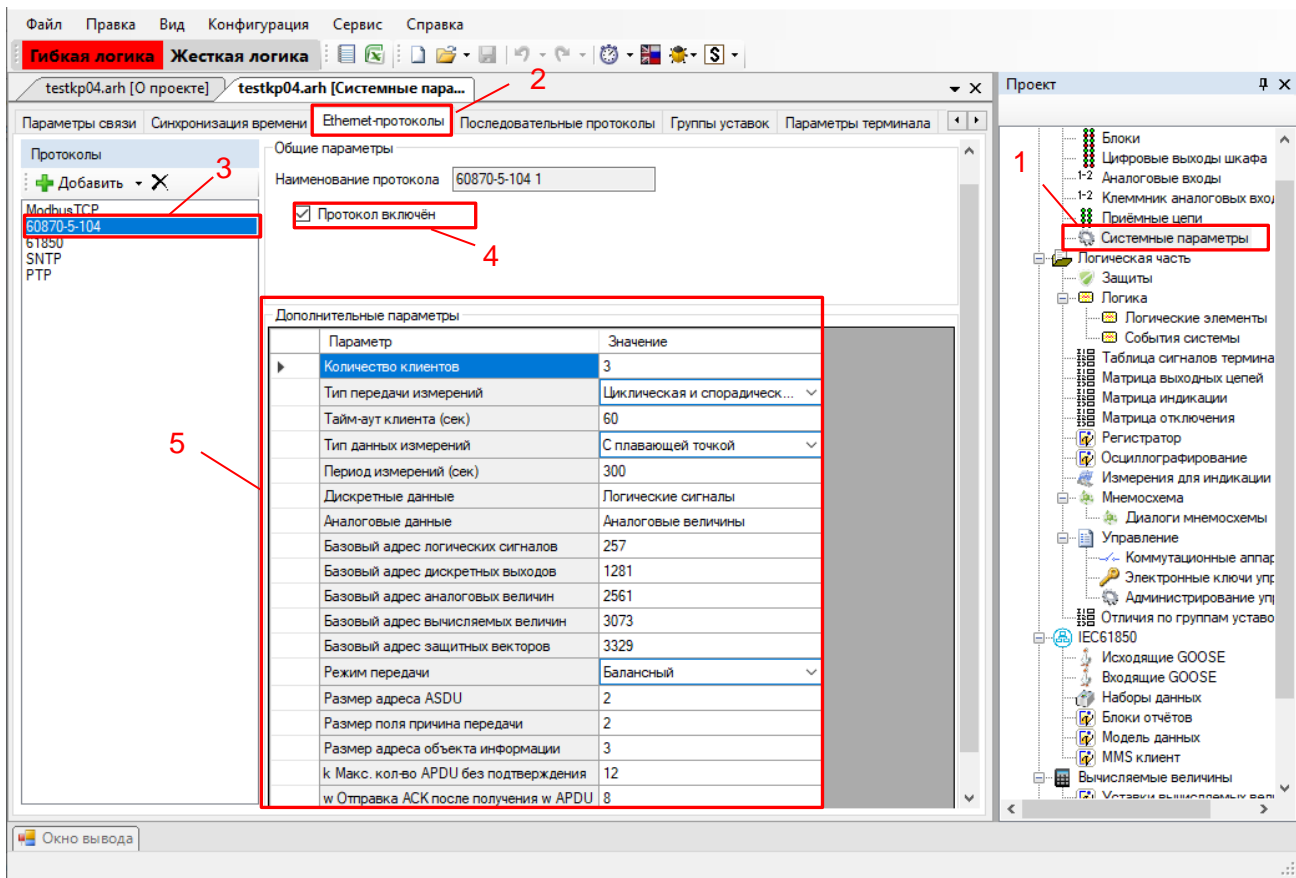

Рисунок 16 – Пример настройки протокола МЭК 60870-5-104
4.4.1 В «дереве» проекта программы Конфигуратор выбрать пункт меню **Системные параметры** (см. рисунок 16, поз. 1), дважды щёлкнув левой кнопкой мыши на соответствующий пункт в «дереве» проекта. Откроется окно **Системные параметры**.
4.4.2 Выбрать вкладку **Ethernet-протоколы** (см. рисунок 16, поз. 2).
4.4.3 В поле **Протоколы** выбрать протокол МЭК 60870-5-104: **60870-5-104** (см. рисунок 16, поз. 3).
4.4.4 Установить флажок **Протокол включен**, если он не был установлен (см. рисунок 16, поз. 4).